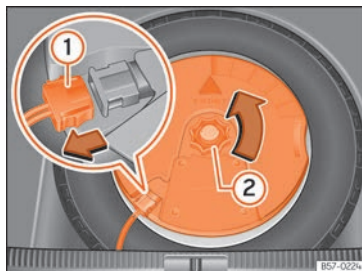

Fig. 292 Nel bagagliaio: smontare il subwoofer.
- Scollegare il cavo dell'altoparlante subwoofer » fig. 292 (1).
- Ruotare la manopola di fissaggio in senso antiorario » fig. 292 (2).